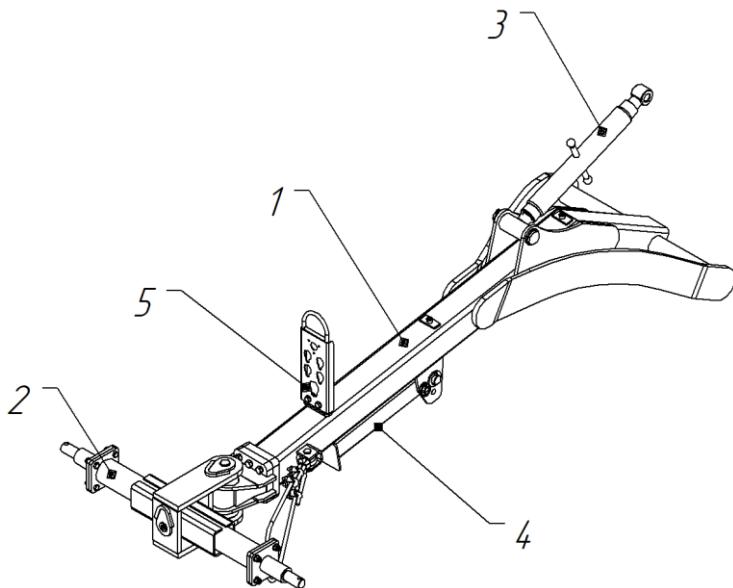

Рисунок 3 – Сница
3.4 Сница (рисунок 3) служит для передачи тягового усилия трактора и позволяет, с помощью талрепа 3, обеспечить горизонтальность рамы в продольном направлении. Опора 4 служит опорой сницы на отцепленной машине и облегчает процесс агрегатирования орудия с трактором.